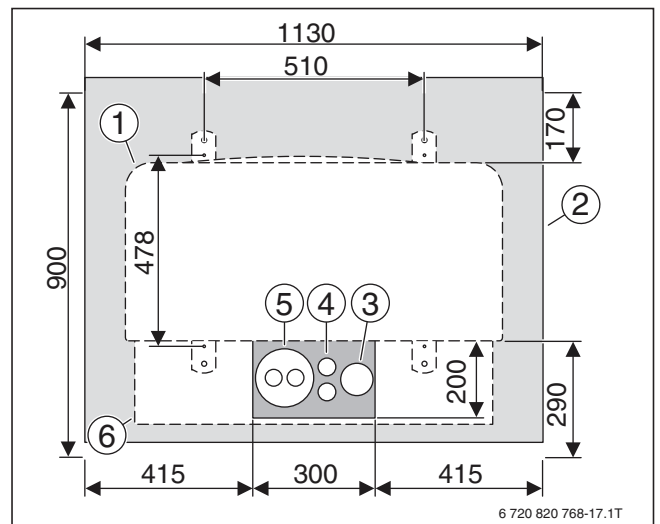
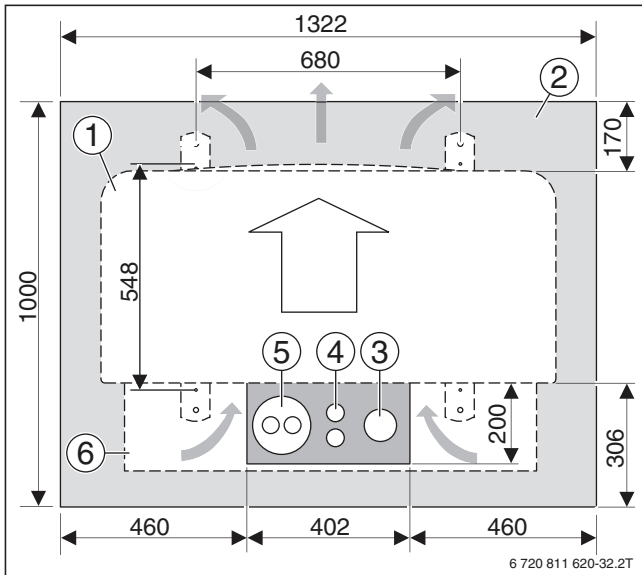

Bild 30 Lage des massiven Fundaments und der Rohre (WLW196i-6 AR und WLW196i-8 AR)
Bild 31 Lage des massiven Fundaments und der Rohre (WLW196i-11 AR und WLW196i-14 AR)
**Legende zu Bild 30 und Bild 31:**